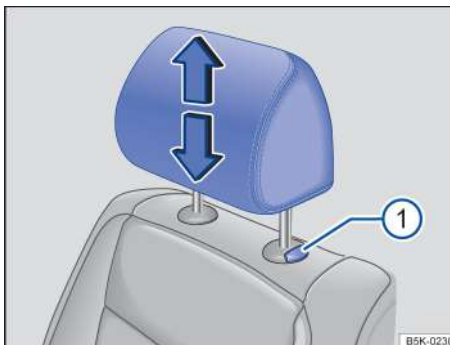

Рисунок 55. Подголовник переднего сиденья: снятие
- Нажмите и удерживайте кнопку →Рисунок 55 ⓘ Рисунок 57, полностью вытянув подголовник.